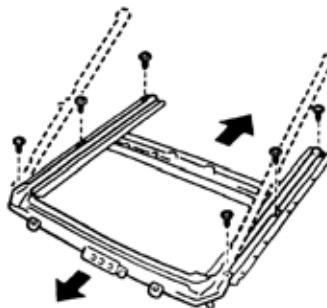

图 9-216
13) 拆下滑动天窗轨道总成。拆下 6 个螺钉安装轨道总成，如图 9-216 所示。